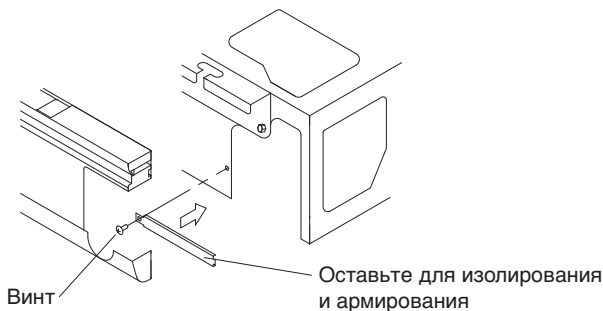

Рис. 30
- После прокладки дренажного трубопровода используйте остатки уплотнительного материала и армирования, удаленные как было указано в разделе “6. РАБОТЫ С ТРУБОПРОВОДОМ ДЛЯ ХЛАДАГЕНТА”. Остатки уплотнительного материала и армирования можно не использовать с правой стороны (армирующей плиты). (См. рис. 30)